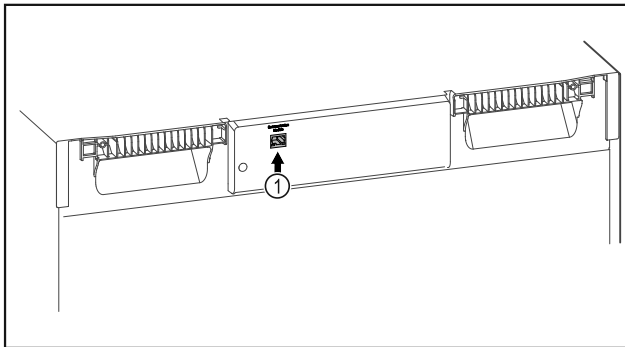

Fig. 142
- SmartModule Fig. 142 (1) naudojamas.